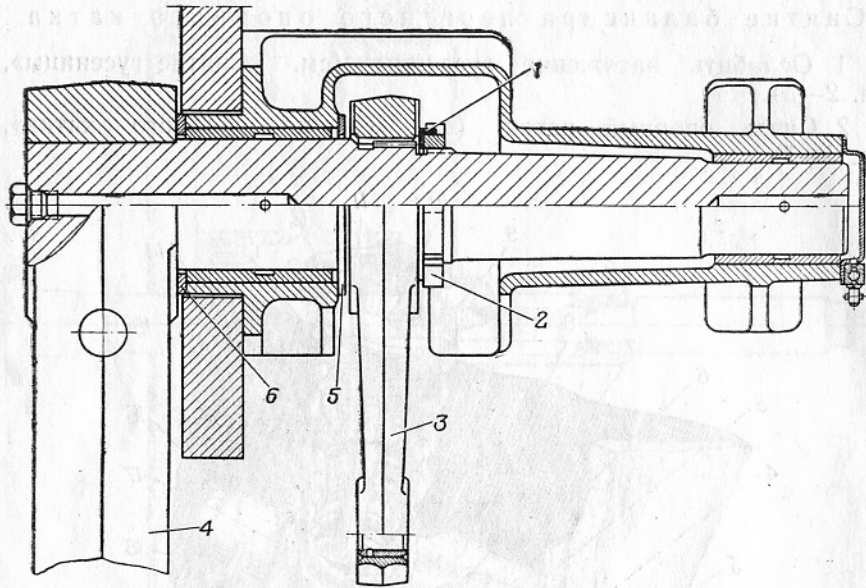

Рис. 12. Балансир переднего опорного катка:
5. Отогнуть замковую шайбу 1 (рис. 12) гайки крепления рычага 3 на оси балансира и отвернуть гайку 2.
2. Надеть на ось балансира регулировочные кольца 6 (рис. 12).